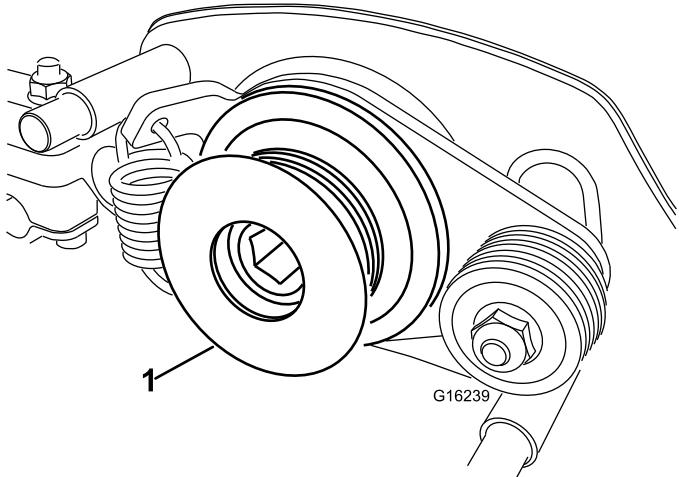

Bild 32
- 7. Entfernen Sie die angetriebene Groomerscheibe von der Spindelwelle (Bild 32).